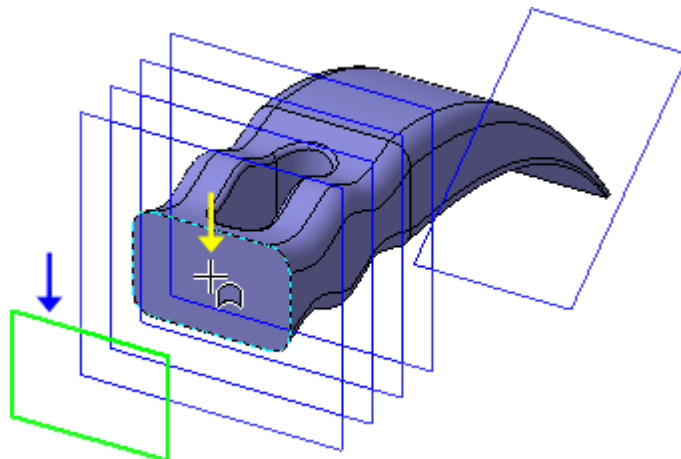

Рисунок 43
- Нажмите кнопку Прервать команду  (рис. 43).